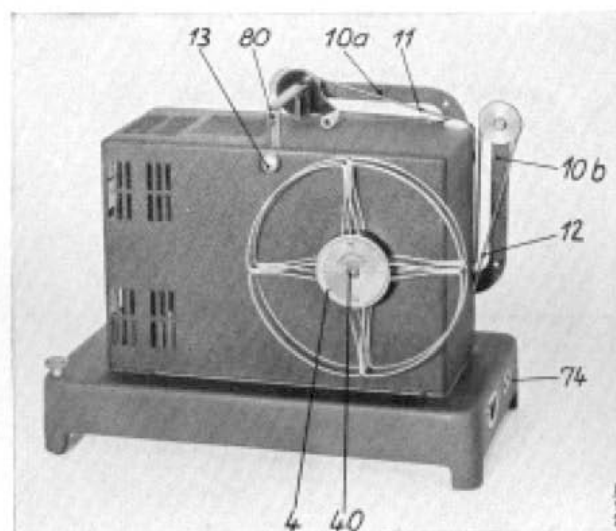

Bild 2. Pantalux, Gehäuseseite
1. Gerät auf feste, glatte und staubfreie Unterlage stellen. Traggriff 80 (Bild 2) einschieben.
21. Beim Einschwenken des oberen Tragarmes 10a Knopf 39 in Pfeilrichtung drücken. Beide Tragarme einschwenken. Anschlußkabel abnehmen, leere Spule auf Haltebolzen 40 (Bild 2) aufstecken.